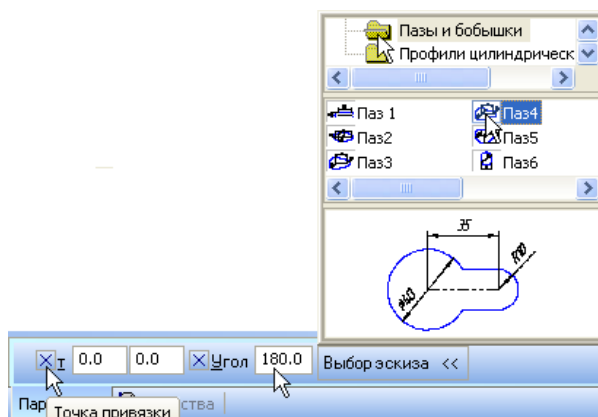

Рисунок 71.
- Расфиксируйте поля координат привязки базовой точки эскиза (рис. 71).